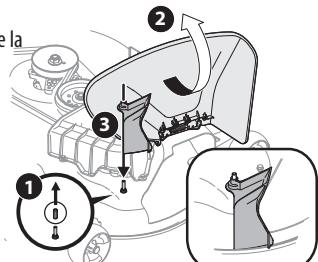

Figura 24
2. Extraiga el tapón protector de goma del pasador de plataforma (1) en la Figura 24.
3. Levante el canal de descarga (2 en la Figura 24) de la plataforma y sosténgalo mientras instala el adaptador del canal de la bolsa (3) sobre la plataforma, como se ilustra en la Figura 24.